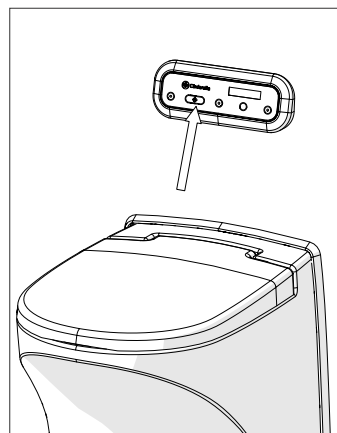

Fig. 3
6. Appuyer sur le bouton de démarrage (fig. 3). Lorsque la trappe est refermée, l'incinération commence. Les toilettes sont prêtes pour une nouvelle utilisation. Ce processus prend environ 3 minutes avant l'allumage du brûleur.